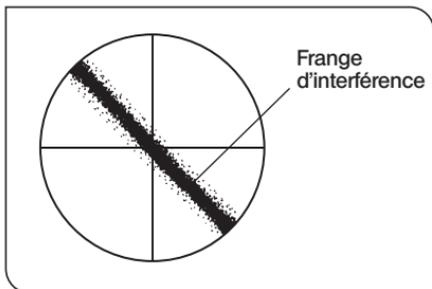

Fig. 2-2
- (Remarque) En lieu et place, une interférence noire peut être observée avec certains échantillons (Fig. 2-2).